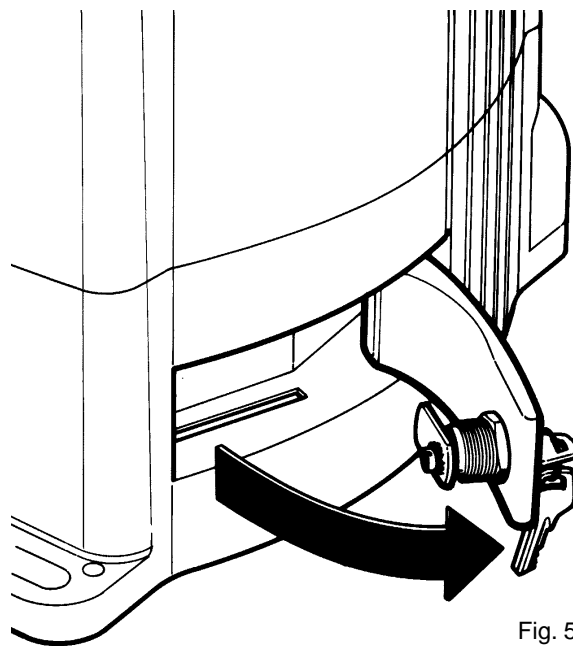

Fig. 5
2) Inserire la chiave e ruotarla in senso orario di 90° (2).
3) Tirare a se la maniglia agendo dapprima sulla chiave stessa fino a portarla perpendicolare al THOR (Fig. 5).
2) Insert the key and turn it 90° clockwise (2).
3) Pull the handle towards you, turning the key, until it is perpendicular to THOR (Fig. 5).
2) Introduire la clé et la tourner de 90° dans le sens des aiguilles d'une montre (2).
3) Tirer vers soi la poignée en agissant d'abord sur la clé proprement dite de manière à la placer perpendiculairement au THOR (Fig. 5).
Den Griff durch Betätigung des Schlüssels nach vorne ziehen, bis er senkrecht zu THOR steht (Abb.5).
2) Introduzca la llave y gírela 90° hacia la derecha (2).
3) Tire de la manija hacia Ud., actuando antes sobre la llave hasta colocarla perpendicularmente a THOR (fig. 5).